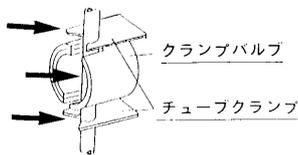

図9 クランプバルブ装着図
- ⑤ クランプバルブ (13カ所) : チューブをクランプバルブ及び上下のチューブクランプへ確実に装着する (図9)。